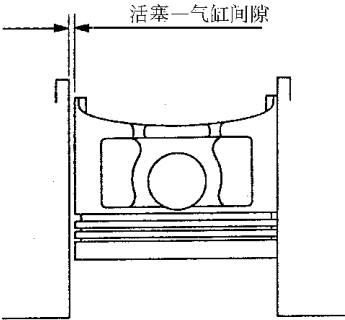

图 2-37 检查活塞与气缸之间的间隙
7) 计算缸孔直径和活塞直径的差值。如图 2-37 所示，检查活塞与气缸之间的间隙，如果间隙接近或